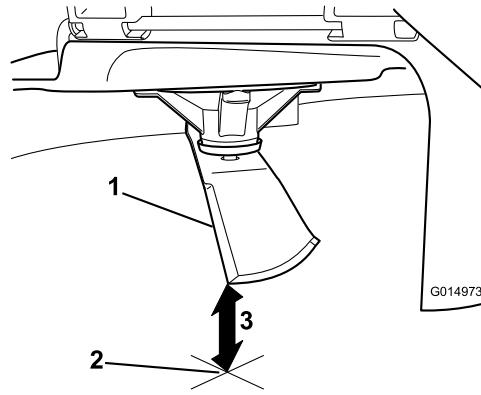

Figura 60
5. Mida desde la punta de la cuchilla hasta la superficie plana (Figura 60).